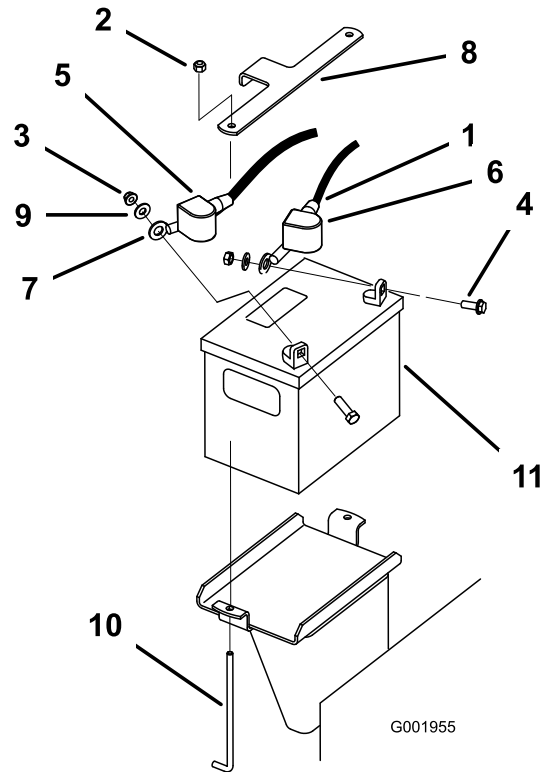

Figura 34
3. Levante la cubierta de goma negra del cable negativo. Desconecte el cable negativo del borne negativo (-) de la batería (Figura 34).
4. Retire la cubierta de goma roja del borne positivo (rojo) de la batería. Luego retire el cable positivo (rojo) de la batería (Figura 34).
5. Retire la pletina de sujeción de la batería (Figura 34), y retire ésta.
1. Coloque la batería en la máquina (Figura 34).
3. Conecte primero el cable positivo (rojo) al borne positivo (+) de la batería con una tuerca, una arandela y un perno (Figura 34). Deslice la cubierta de goma sobre el borne.
4. Luego conecte el cable negativo y el cable de tierra al borne negativo (-) de la batería con una tuerca, una arandela y un perno (Figura 34). Deslice la cubierta de goma sobre el borne.